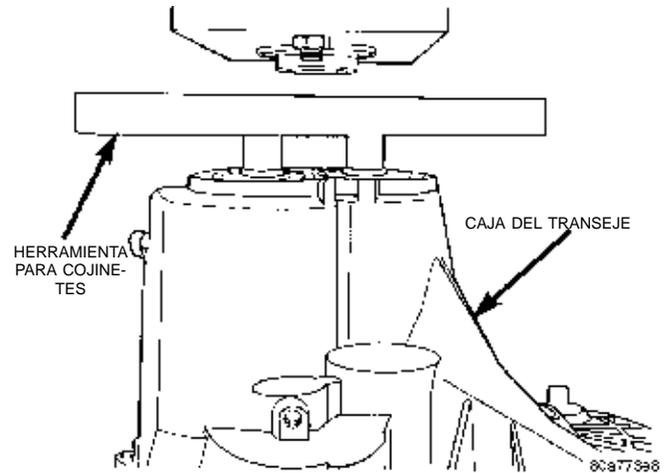

Fig. 45 Herramienta para cojinetes
(14) Instale la herramienta para cojinetes Miller N° 6768 en los cojinetes de los extremos del transeje (Fig. 45). Verifique que la herramienta esté alineada correctamente con los ejes impulsor y de transmisión.